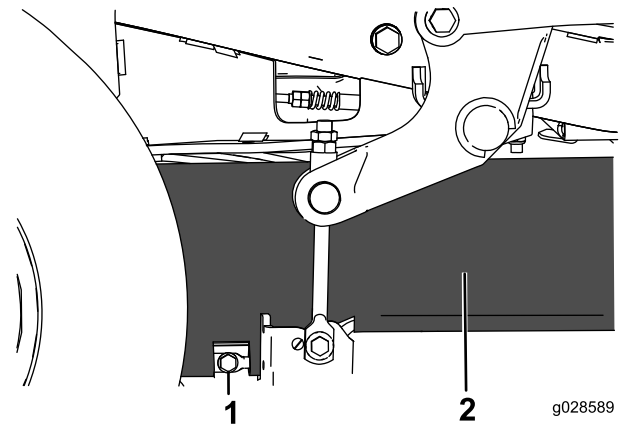

図2
1. 刈り込みデッキカーテンの下部ボルトをゆるめてカーテンを開放する 図2。このボルトは捨てずに保管する。
3. 先ほど外したボルト 3 カバーを取り付ける (ページ2) 図2 を使ってボルトをサポートロッドとデッキカーテンを固定する。